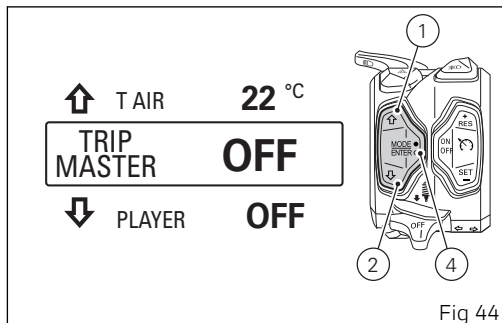
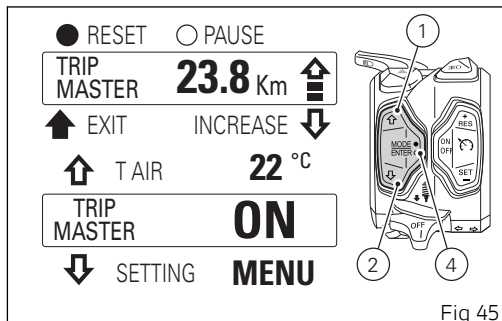

Fig 44
Fig 45
Il totalizzatore parziale Trip Master conteggia e visualizza i chilometri o miglia parziali percorsi dal veicolo. Il conteggio del Trip Master, oltre ad incrementarsi e resettarsi, può essere anche messo in pausa e invertito decrementando il conteggio. Per attivare la funzione Trip Master, tramite i pulsanti (1) e (2) visualizzare nel Menù la scritta "TRIP MASTER OFF" e premere il pulsante (4) (Fig 44). A questo punto viene visualizzato sopra al Menù il menù di controllo del Trip Master, gestibile attraverso i pulsanti (1), (2) e (4) (Fig 45).